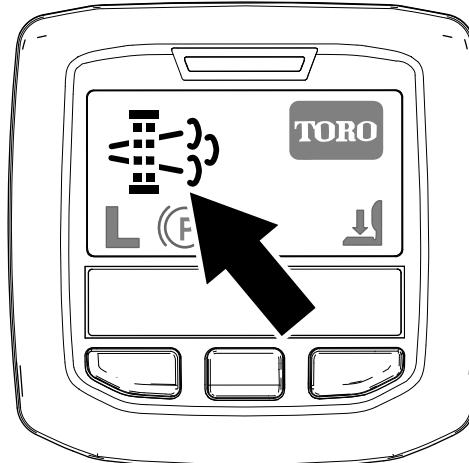

Bild 39
- Das Symbol für die geparkte Regenerierung wird im InfoCenter angezeigt (Bild 39).